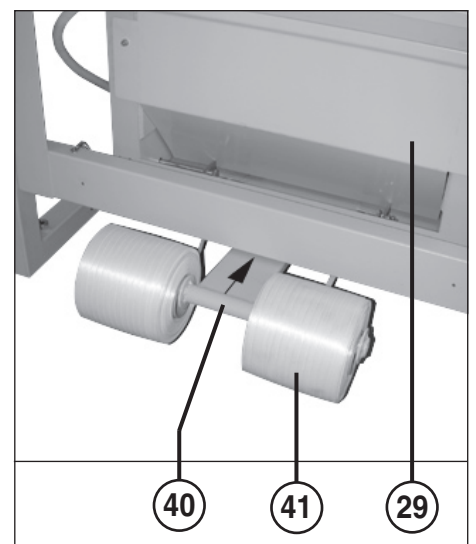

Fig. 5
- 29 = Chapa de cobertura (fig. 5)
- 40 = Suporte dos rolos da fita (fig. 5)
- 41 = Rolo da fita (fig. 5 e 17)
MONTAGEM DOS ROLOS DA FITA (fig. 5):